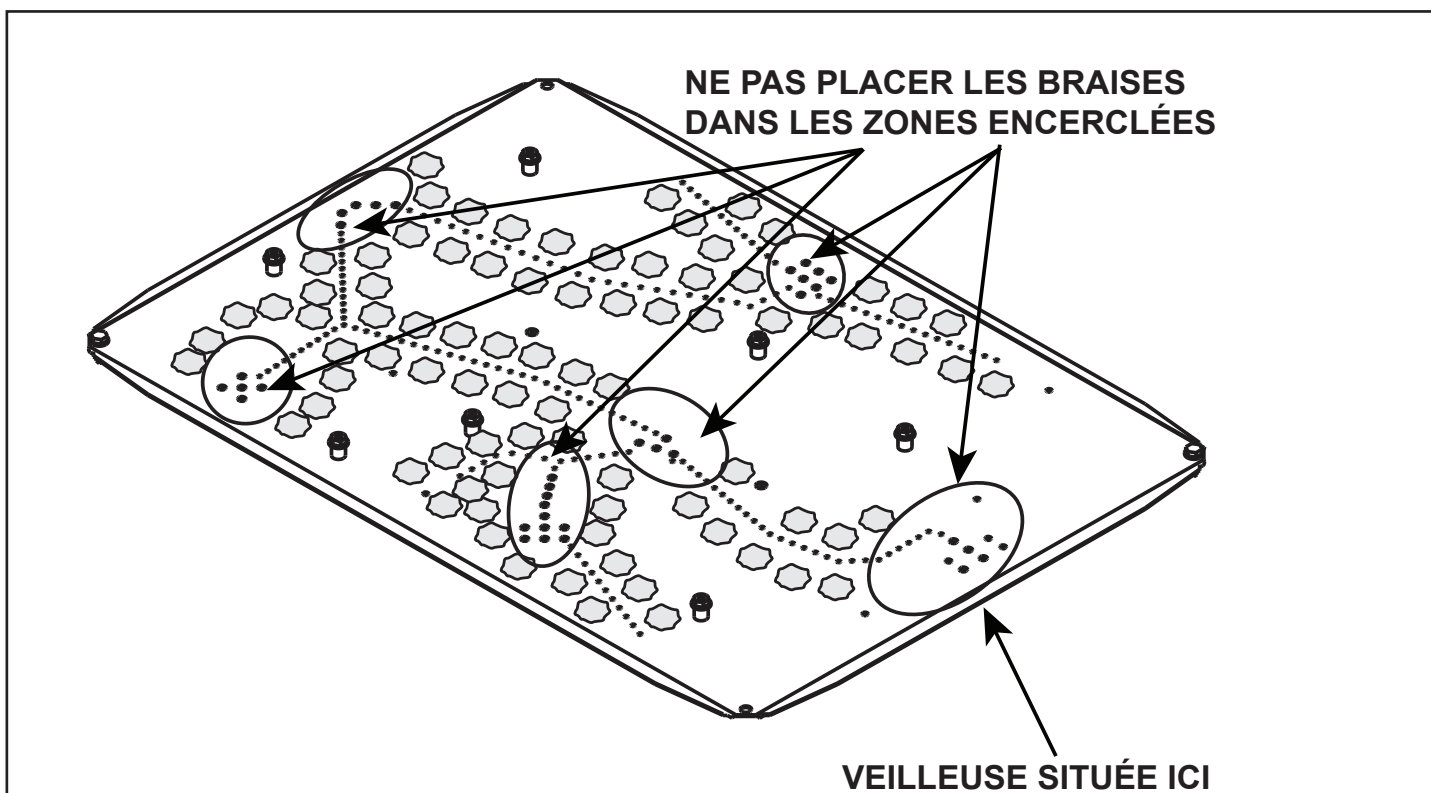

Figure 11.13 Pose des braises
Placez les braises comme indiqué à la figure 11.13.
- Les braises ne peuvent être placées que dans les zones illustrées à la figure 11.13. Prendre garde à ne pas recouvrir le rail d'éclairage des orifices à proximité de la veilleuse comme indiqué à la figure 11.13.
- En disposant les braises Glowing Embers® sur le brûleur, faites attention à ne pas recouvrir les orifices. Placer les morceaux de braise de la taille d'une pièce d'un centime. Voir la figure 11.13. Le non-respect de ces instructions peut entraîner des problèmes d'allumage et de suie.